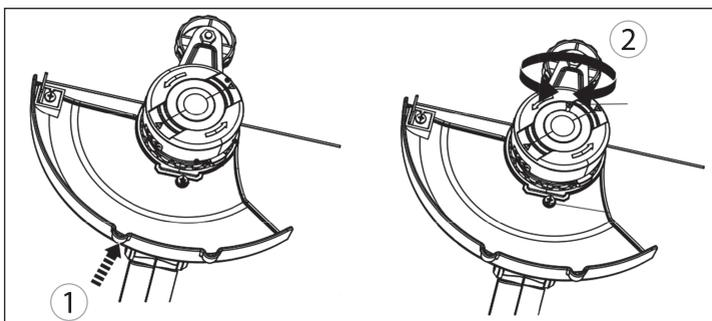

Рис. 1
2. Закрепите защитный кожух винтом по часовой стрелке (рис. 1).